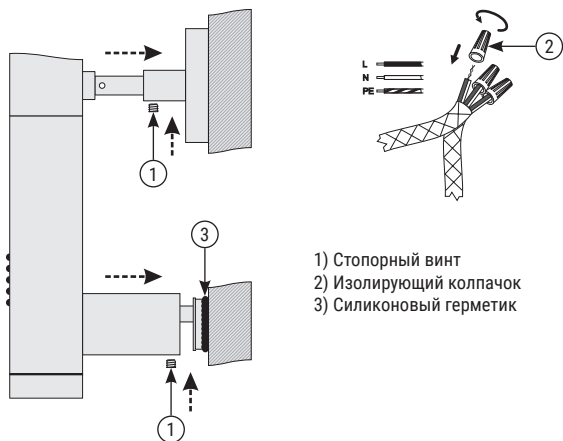

Рис.6
1.11. Произвести «черновой» монтаж полотенцесушителя, используя стопорные винты, с максимальным вылетом от стены (см. рис. 6).
1.12. Произвести соединение провода МЭМ с проводом из «стены» с помощью изолирующих колпачков (входят в комплект поставки) и скрутить их (см. рис. 6).
- 1.13. Произвести герметизацию шва силиконовым герметиком по контуру примыкания (рис. 6).